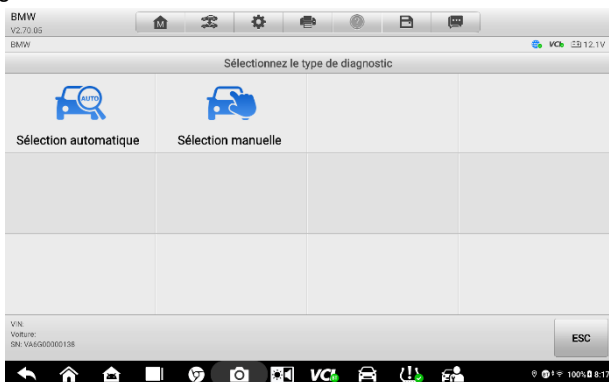

Figure 5-8 Écran de sélection dans le TPMS
3. Appuyez sur **Sélection manuelle** dans l'écran de sélection du type de diagnostic (Figure 5-8).